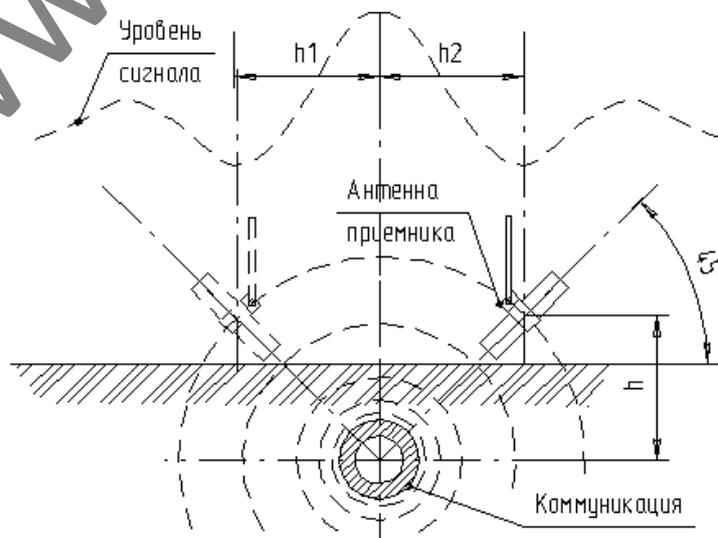

Рис.8. Схема определения глубины заложения.
7.4. Определить глубину залегания можно только после установления местоположения оси коммуникации (рис.8). Для этого антенну располагают под углом 45 градусов к поверхности земли над точкой расположения оси трассы и удаляют антенну приемника в направлении, перпендикулярном оси трассы до точки над поверхностью земли, где сигнал имеет минимум. Расстояние от точки над осью трассы до точки минимума сигнала равняется глубине залегания от поверхности земли до центра оси коммуникации. Для получения более достоверного значения глубины залегания антенну следует располагать у самой поверхности земли. Для уточнения глубины измерения можно повторить с другой стороны трассы. Если два полученных размера заметно не совпадают, то это может свидетельствовать об искажении формы магнитного поля при непрямолинейном расположении самой трассы или при наличии рядом расположенных электропроводных или с высокой магнитной проводимостью объектов. В условиях искаженного магнитного поля сигнальной частоты точные геометрические построения методами магнитной локации невозможны.